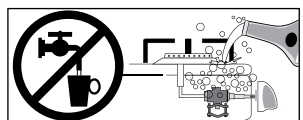

Figura 51
- Durante las labores de limpieza, debe evitarse la caída de agua y jabón dentro de la válvula (Ver figura 51).